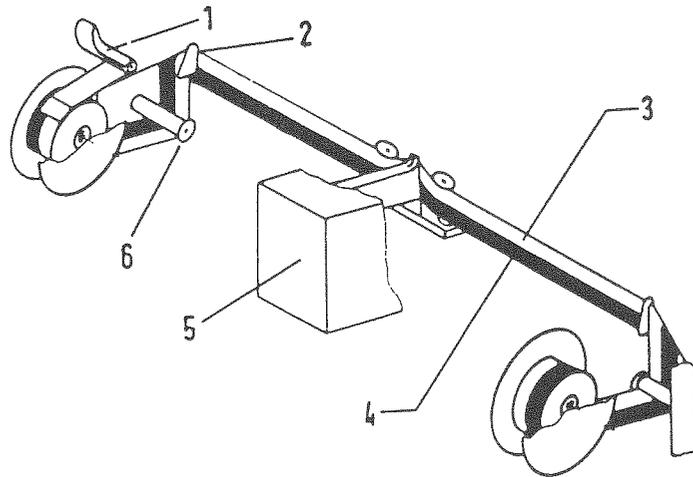

Bild 11 Einlegen des Farbbandes
- Beide Bremshebel (Bild 11) nach hinten klappen und einrasten,